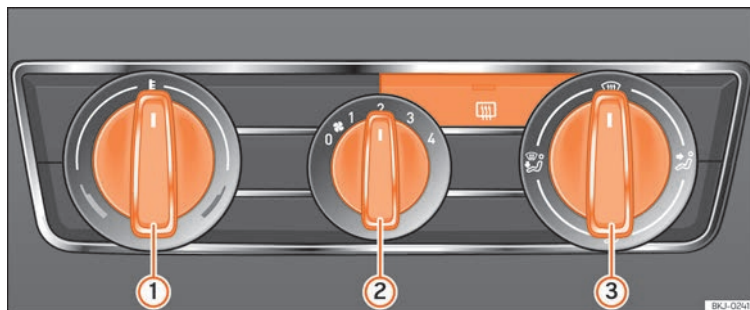

**Fig. 169** Comandi del riscaldamento sulla plancia portastrumenti.
- Ruotare verso sinistra la manopola di regolazione della temperatura » fig. 169 ①.
- Ruotare la manopola della ventola ② posizionandola su uno dei livelli compresi tra 1 e 4.
- Indirizzare il flusso dell'aria nella direzione desiderata servendosi della manopola di regolazione ③.
- Ruotare verso destra la manopola di regolazione della temperatura » fig. 169 ① portandola sul livello desiderato.
- Ruotare verso destra la manopola di regolazione della temperatura » fig. 169 ① portandola sul livello di riscaldamento massimo.
- Ruotare la manopola della ventola ② fino al livello 4.
- Ruotare la manopola della temperatura » fig. 169 ① portandola nel settore del riscaldamento.
- Ruotare la manopola della ventola ② posizionandola su uno dei livelli compresi tra 2 e 3.